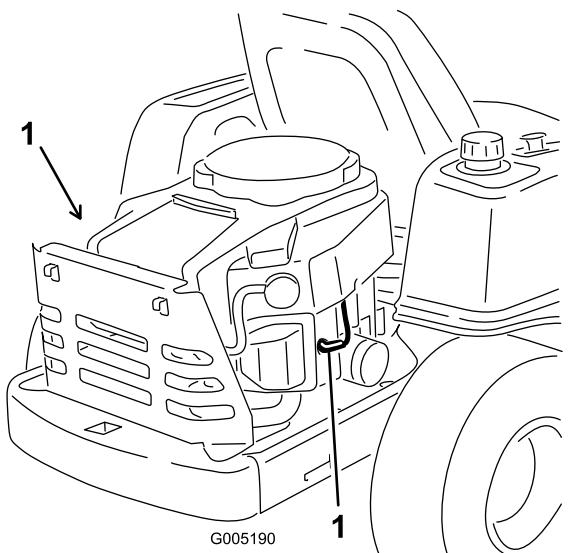

Bild 33
Ziehen Sie die Kerzenstecker ab (Bild 33).
3. Drücken Sie den Stecker auf die Zündkerze (Bild 33).